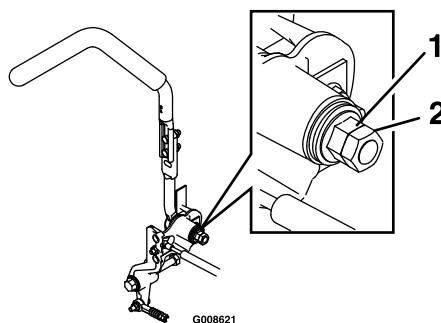

Figura 64
2. Desaperte a porca de bloqueio (Figura 64).